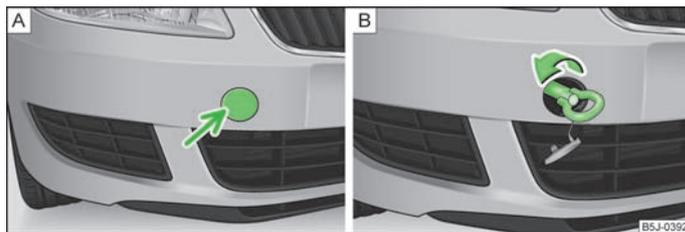

Fig. 137 Pare-chocs avant : Cache/pose de l'œillet de remorquage
- Appuyez sur la moitié gauche du cache dans le sens de la flèche » fig. 137 - A.
- Visser manuellement l'œillet de remorquage à fond vers la gauche » fig. 137 - B. Pour le serrage, nous recommandons d'utiliser par ex. la clé démonte-roue, l'œillet de remorquage d'un autre véhicule ou un objet analogue pouvant passer au travers de l'œillet.